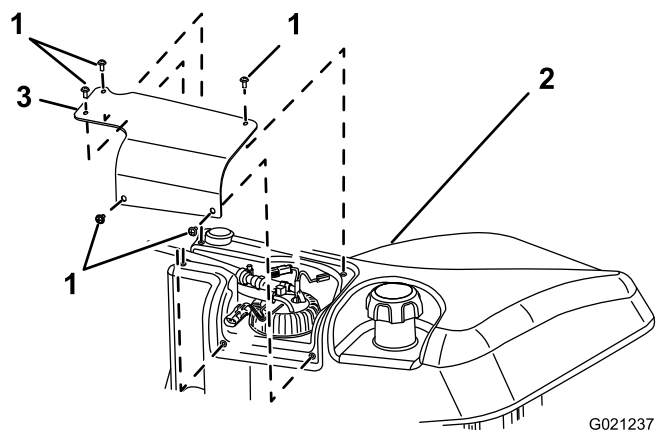

Figure 51
1. Retirez les (5) vis qui fixent le couvercle de la pompe à carburant au réservoir de carburant, et déposez le couvercle (Figure 51).